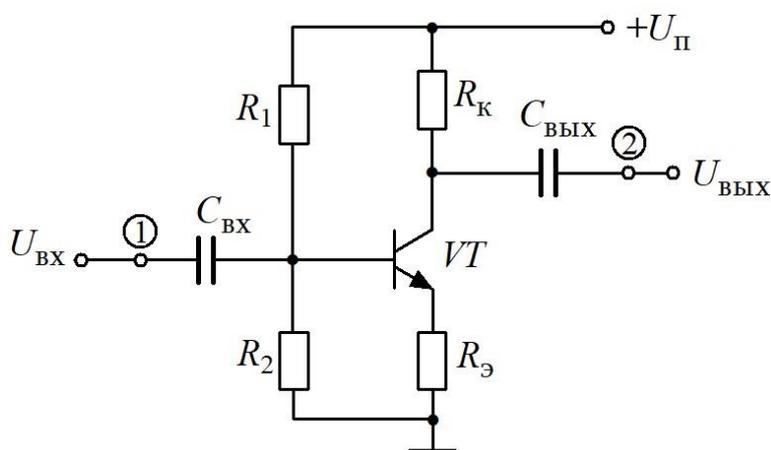

Рис. 5. Усилительный каскад
Электрическая схема усилительного каскада приведена на рис. 5. Точки (1) и (2) на схеме – места подключения щупов осциллографа каналов СН1 и СН2 соответственно. Канал СН1 – отображение входного напряжения, канал СН2 – выходного.